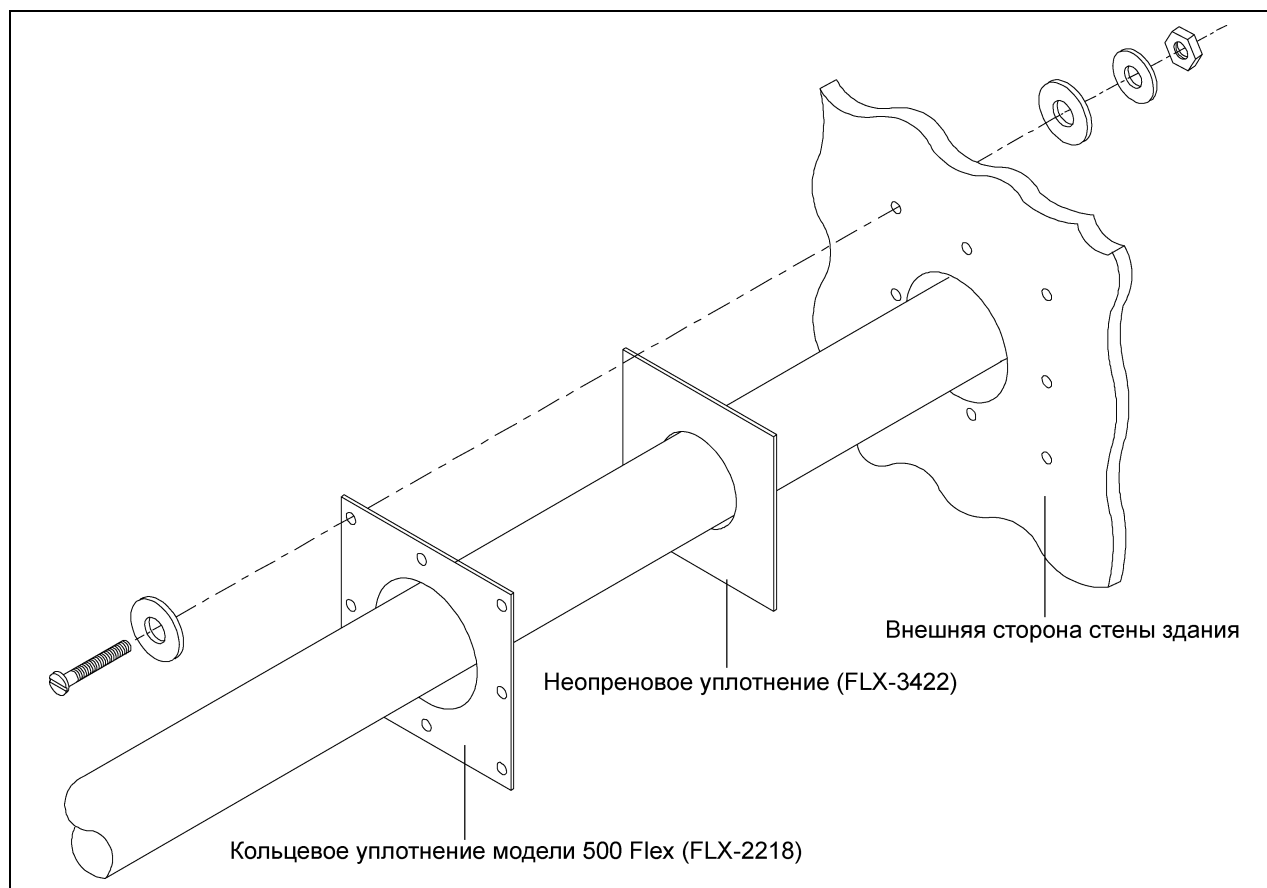

Рисунок 5J Установка кольцевого и неопренового уплотнений
1. Выберите технологический вход - точку, в которой шнек будет проникать в здание. Определив место технологического входа, прорежьте отверстие достаточного диаметра для установки трубопровода. Для герметизации проема в стене здания в комплект поставки включены кольцевое и неопреновое уплотнения. Кольцевое и неопреновое уплотнения устанавливаются, как показано на рис. 5J.